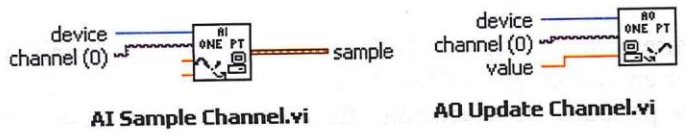

Figura II. 5
Como se puede ver en la figura II.5 existiendo dos tipos de parametros de entrada comunes a ambos VIs al dispositivo (1 en este laboratorio) y el canal con el que se desea interactuar (0 en esta practica)
El VI One PT (Analog Input One Point o AI sample Channel) figura II.5 izquierda que permite hacer una conversión AD. Se debe tener especial cuidado puesto que como se puede apreciar en la figura II.5 la linea o parametro de salida muestra por defecto un tipo de datos mas complejo que un escalar. Esto es así porque incluyen datos adicionales de la adquisición, además del propio valor de tensión captado. Para hacer que la salida de VI sea simplemente un escalar contenido el valor de la tensión analógica adquirida en (V)